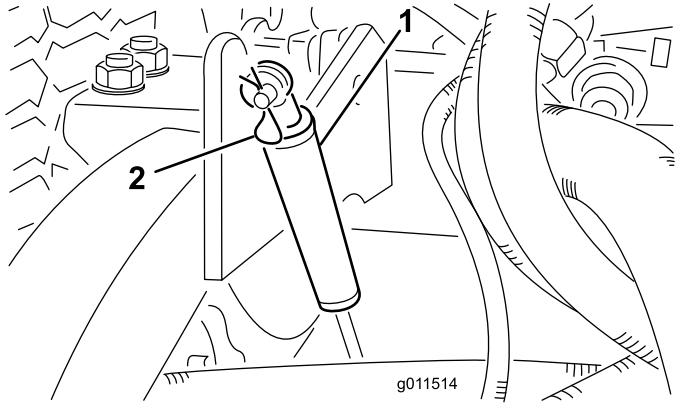

Bild 100
2. Nehmen Sie den Splint ab, mit dem die Stoßdämpfer an den Hubarmen befestigt sind (Bild 100).